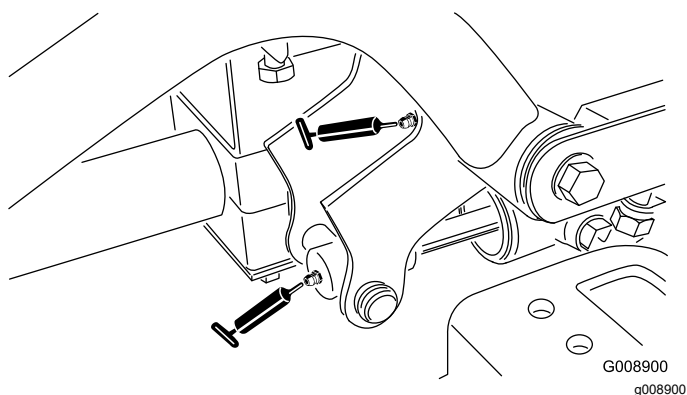

Figura 37
- Perno del braccio di sollevamento destro anteriore e cilindro di sollevamento (2) (Figura 37)